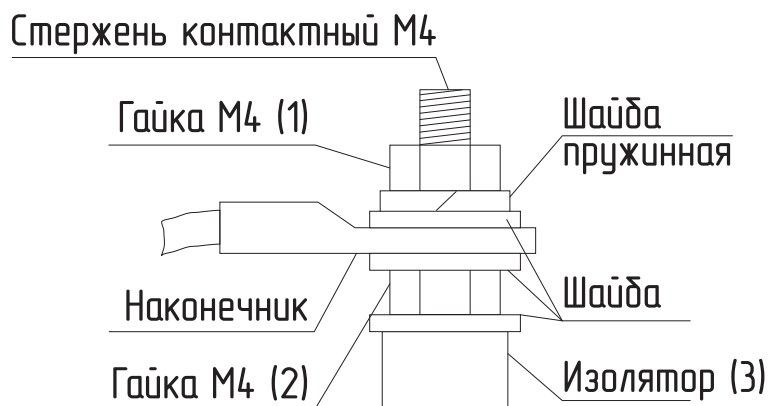

Рис.14 Присоединение проводов к выводам блок ТЭН
- при замене блок ТЭН присоединение фазных проводов к выводам блок ТЭН производить согласно **Рис.14**. Сечение кабеля указано в **Табл.1**;
- провод нейтрالي N подключить на перемычку блока ТЭН (**Рис.14**).